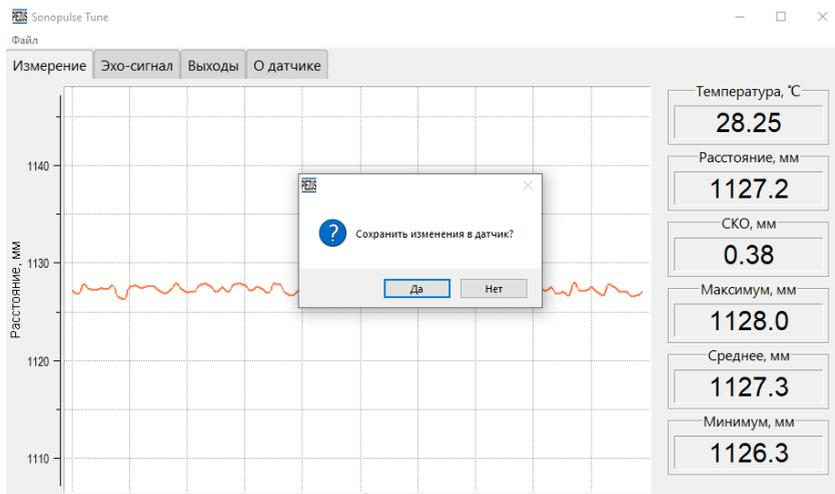

Рисунок 2.9 – Вид окна сохранения или отмены изменений в настройках датчика.
8) Если закрыть программу, не сохранив изменения в настройках датчика, то появится окно с предложением сохранить или не сохранять изменения в настройках (**рисунок 2.9**).